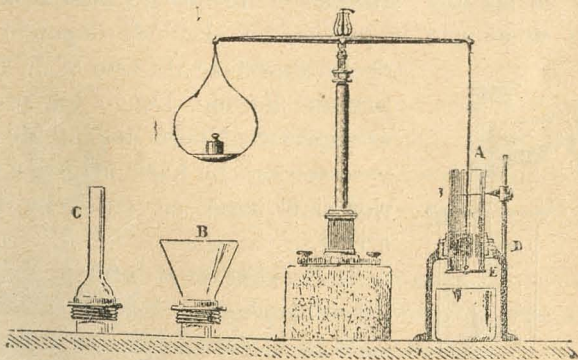

Fig. 19.—Aparato de Masson.
**5. Aparato de Masson.**— En este aparato (fig. 19) se atornillan en *D* sucesivamente los tres vasos *A*, *B* y *C* cuyas formas y volúmenes son muy diferentes, pero cuya abertura inferior es la misma.